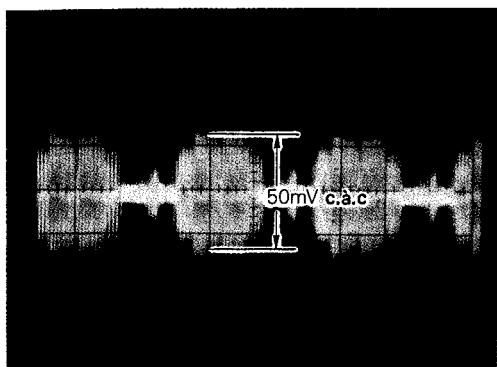

Fig. 3-13
- Régler VR601 pour obtenir 50 mV c.à.c Voir Fig. 3-13.